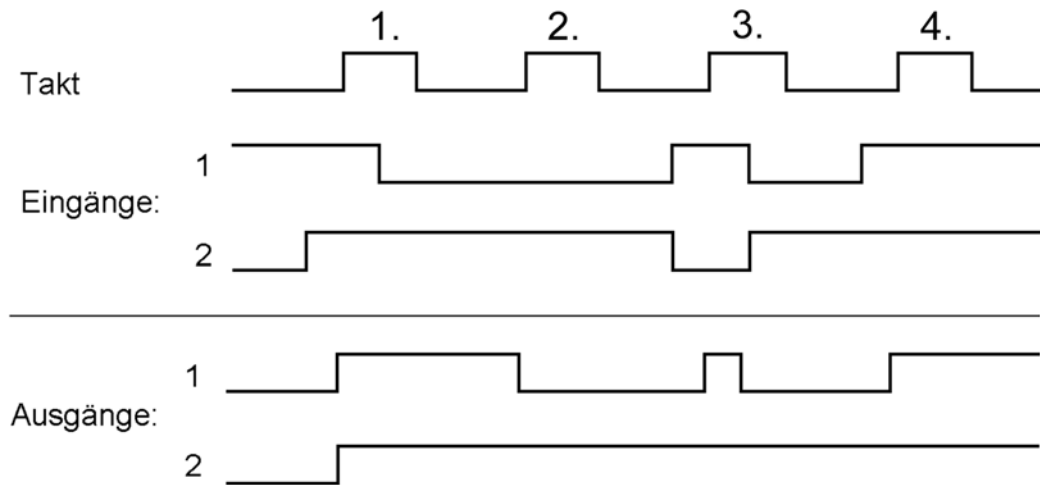

Abb. 5
7. An einem D-Flipflop-Register messen Sie Signalverläufe gemäß Abb. 5. Wo finden Sie Fehler? Zeichnen Sie ggf. ein, wie die Ausgangssignale eigentlich schalten müßten.